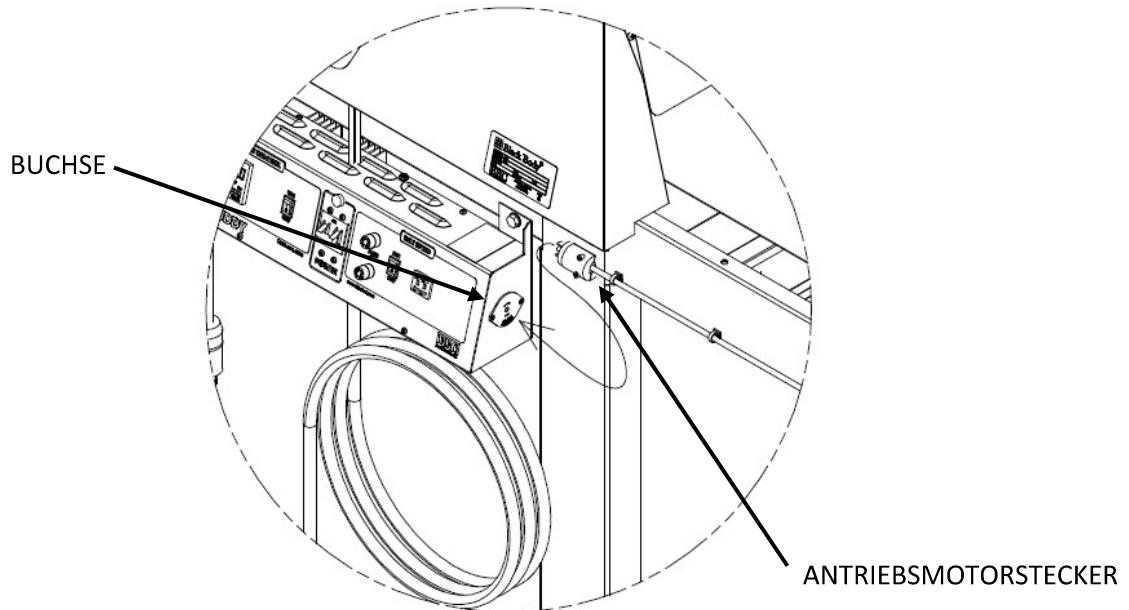

Abbildung 6
2. Stecken Sie den **ANTRIEBSMOTORSTECKER** in die **BUCHSE** auf der **BEDIENKONSOLE**. Drehen Sie den **STECKER** zum Einrasten (siehe Abbildung 6).